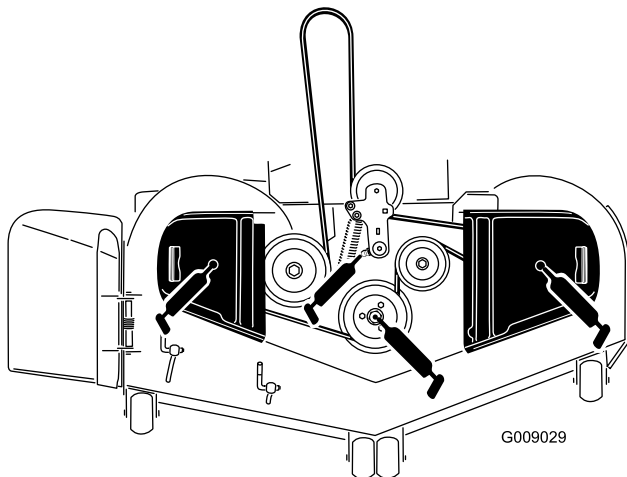

Figura 42
3. Engrase el pivote de la polea tensora de la carcasa del cortacésped hasta que salga grasa por el extremo inferior (Figura 42).
4. Engrase los 3 cojinetes de los ejes hasta que salga grasa de las juntas inferiores (Figura 42).
5. Engrase el brazo tensor de la correa de transmisión (Figura 42).